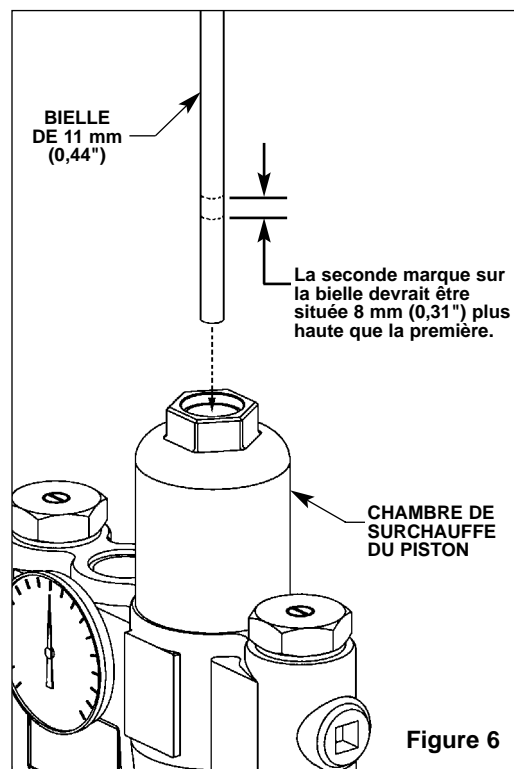

Figure 6
2. Insérer une bielle de 11 mm (0,44") de diamètre dans le robinet et dans la chambre de surchauffe du piston. Noter la longueur de la bielle dans le robinet (voir Figure 6).
3. Pousser la bielle, jusqu'à l'arrêt du piston et noter la nouvelle longueur [la nouvelle longueur devrait être plus longue que l'originale, environ 8 mm (0,31") de plus (voir Figure 6)]. Si la longueur n'est pas ce qu'elle devrait être, la course du piston ne se fait pas librement. Le piston et sa chemise nécessite un nettoyage. Nettoyer le piston et sa chemise selon la méthode suivante :